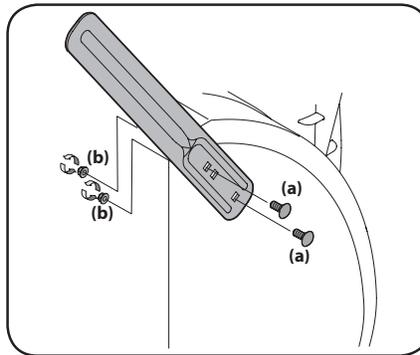

Figura 2-44
1. Retire los dos tornillos (a) y las tuercas de seguridad (b) que sujetan cada cortador de desplazamiento de nieve y retírelos de los lados de la caja de la barrena. Consulte Figura 2-44.
2. Gire los cortadores de desplazamiento de nieve y ubíquelos como se muestra en la Figura 2-44 hacia el exterior de la caja de la barrena.